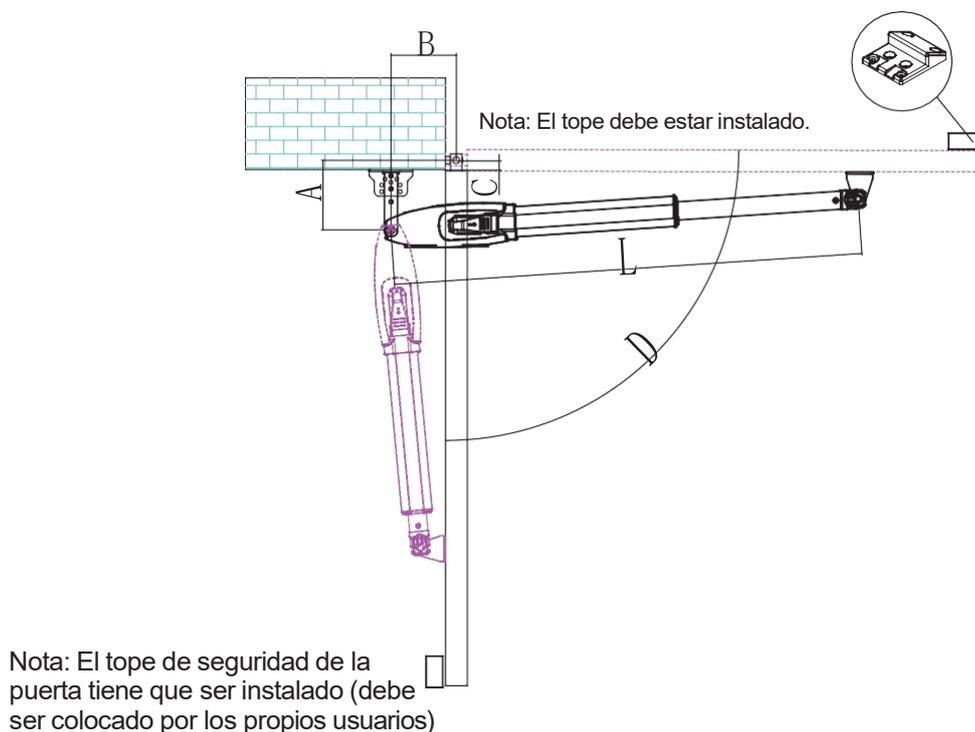

Figura 8
- Por favor, instale un tope de puerta en la posición límite de apertura cuando la puerta se abra hacia fuera para evitar que la puerta se desplace más allá de su recorrido. Esto garantizará la seguridad y protección de las máquinas. Al mismo tiempo, para permitir que los 2 puertas se cierren hasta su posición límite exacta, instale un tope en la posición límite de cierre (como se muestra en la figura 9). Del mismo modo, cuando la puerta se abre hacia el interior, instale un tope en la posición final de cierre (como se muestra en la figura 8).